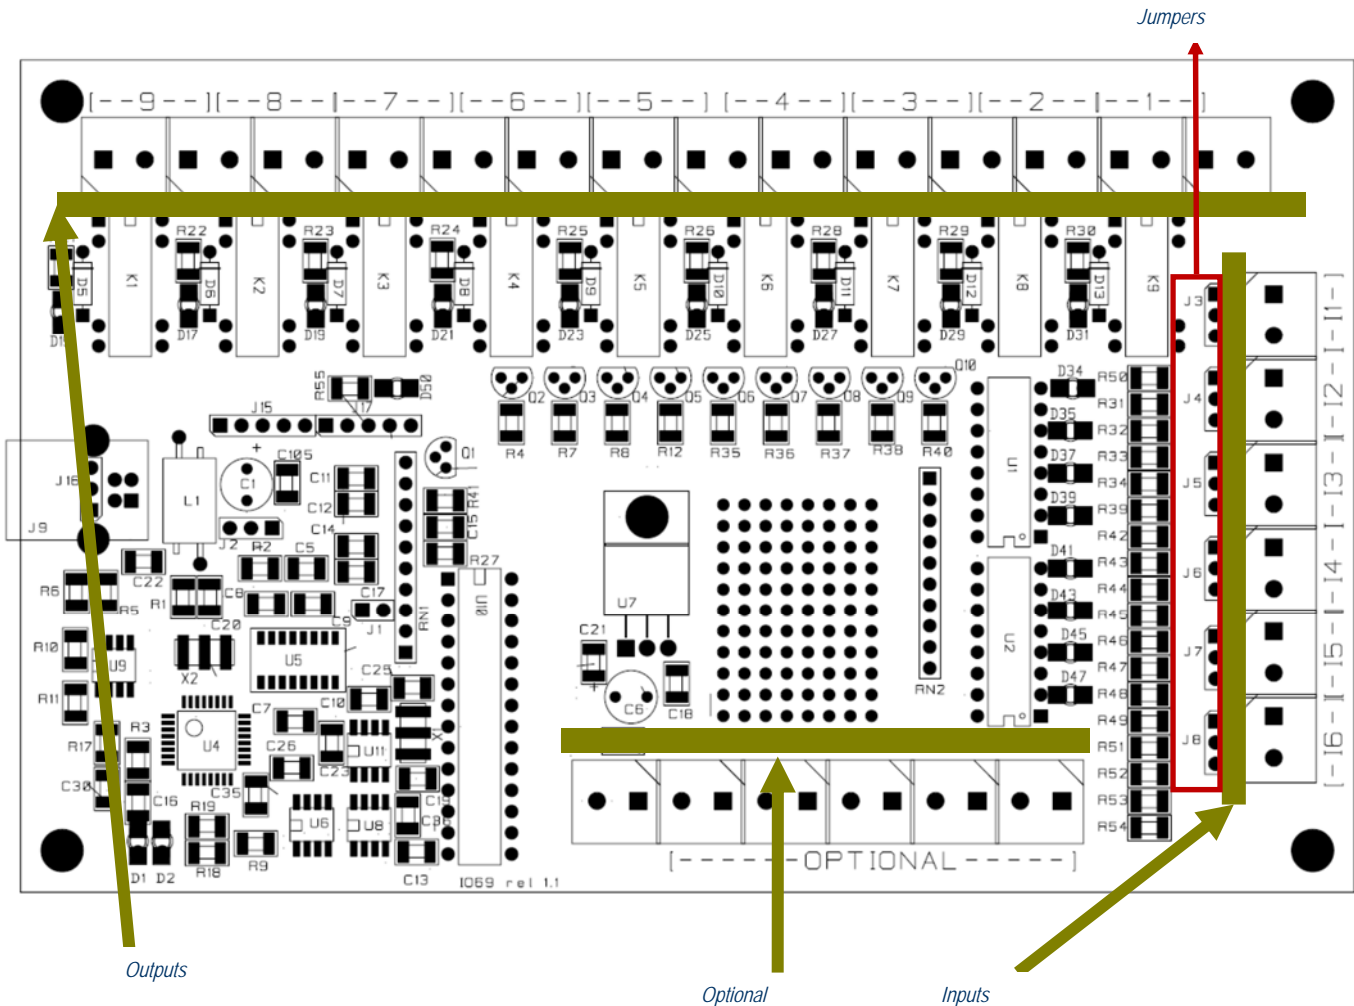

Figura 1: *layout* scheda IO-69.
La precedente figura 1 indica la posizione di appositi *jumper* (J3, J4, J5, J6, J7, J8) mediante i quali per ogni ingresso è possibile selezionare indipendentemente la tensione tra 5 V, 12 V e 24 V. La figura successiva (2) evidenzia la presenza di LED per indicare sia lo stato di ingressi e uscite, sia lo stato di errore, sia lo stato della comunicazione USB con il PC. Quando illuminati i LED riportano: